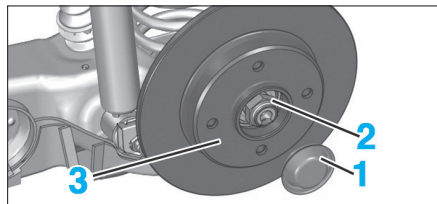

FIG. 10
- le capuchon (1) (Fig.10),
- l'écrou (2),
- le disque (3).